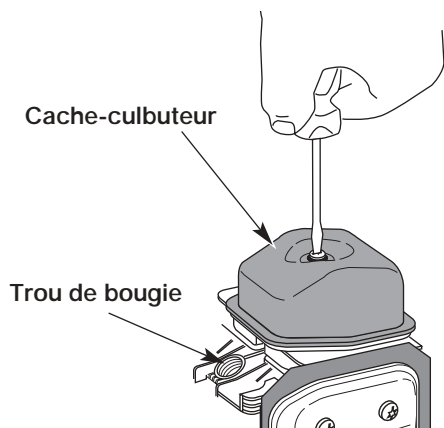

Fig. 26
6. Nettoyez toute saleté autour du cache-culbuteur. Retirez la vis retenant le cache-culbuteur à l'aide d'un tournevis à lame plate large ou à mèche no. T-25 Torx (Fig. 26). Enlevez le cache-culbuteur et le joint.
- Le piston est au sommet de sa course lorsqu'on regarde par le trou de la bougie (Fig. 26)